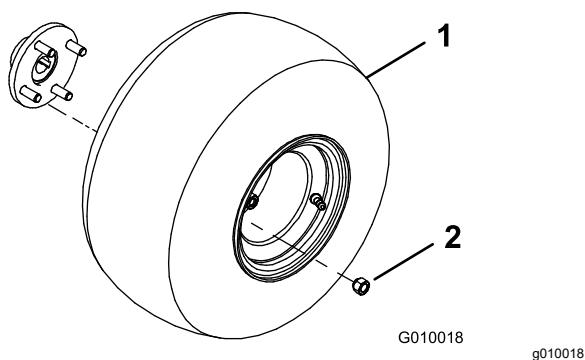

図 3
2. 後ホイールハブにホイールアセンブリを取り付ける 図 3。
3. ラグナット 図 3を取り付けて、61-75 N·m/6.2-7.6 kg·m=45-55 ft·lbにトルク締めする。